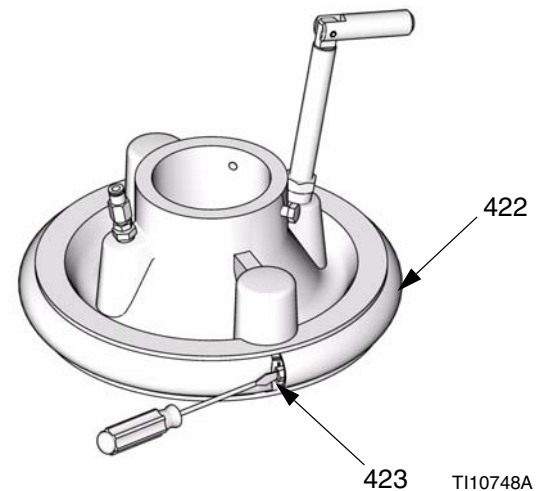

FIG. 15
2. Para los rascadores de banda, sólo 255659, ver la FIG. 15:
- a. Separe la junta del rascador (422) lo suficiente para doblar hacia atrás la cinta que cubre la mordaza del engranaje sinfín (423). Vea la FIG. 15.
- b. Desenrosque el engranaje sinfín (423) y desmonte el rascador (422).